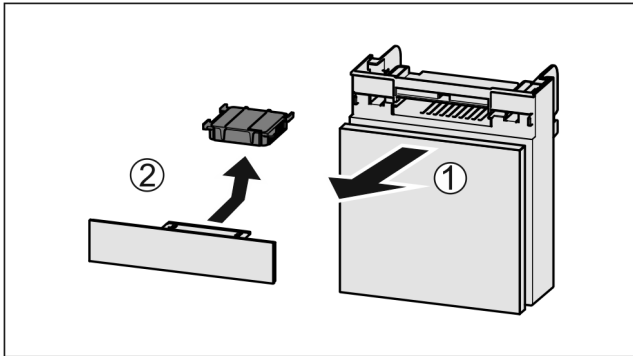

Fig. 26
- ▶ Lade vanaf de voorkant eruit trekken Fig. 26 (1).
- ▶ Actiefkoolfilter verwijderen Fig. 26 (2).